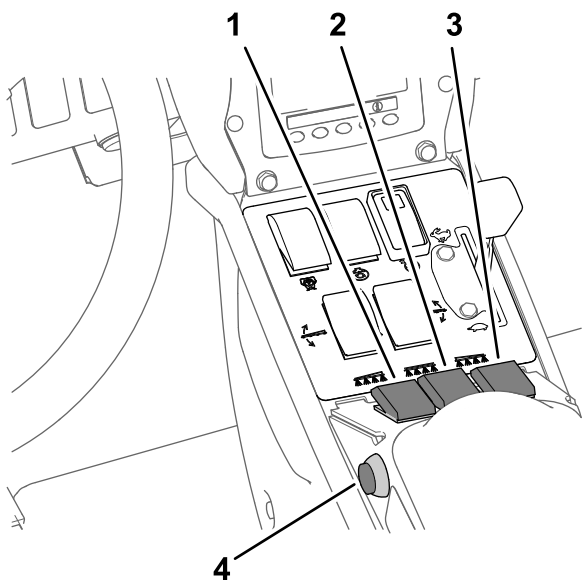

Bild 41
7. Stellen Sie die Sprühabschnittsschalter in die EIN-Stellung (Bild 41).
10. Fahren Sie mit der gewünschten Geschwindigkeit und stellen Sie den Hauptabschnittsschalter in die EIN-Stellung, um mit dem Sprühen zu beginnen (Bild 41).
3. Stellen Sie den Hauptabschnittsschalter in die AUS-Stellung, siehe Bild 41 in Sprühen im Dosierungsmodus \(Seite 38\).
7. Stellen Sie die Schalter der einzelnen Abschnitte nach Wunsch in die EIN-Stellung, siehe Bild 41 in Sprühen im Dosierungsmodus (Seite 38).
9. Fahren Sie mit der gewünschten Geschwindigkeit und stellen Sie den Hauptabschnittsschalter in die EIN-Stellung, um mit dem Sprühen zu beginnen, siehe Bild 41 in Sprühen im Dosierungsmodus (Seite 38).